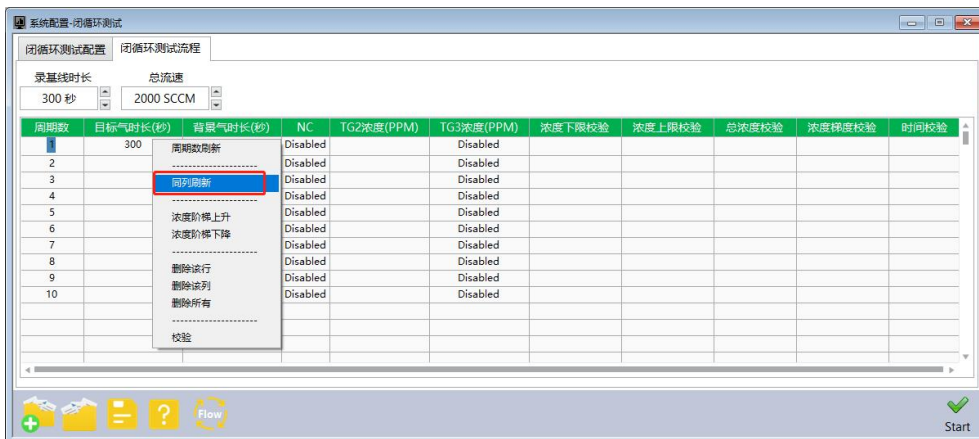

图 9
2.4.3 按周期依次输入目标气时长、背景气时长。如各周期的目标气时长和背景气时长均相同，则仅需输入第一个周期，然后单击右键，在弹出的选项中左键单击**同列刷新**（如图9所示），程序会自动将剩余9个周期的时间设置为与第一个周期相同的数值。